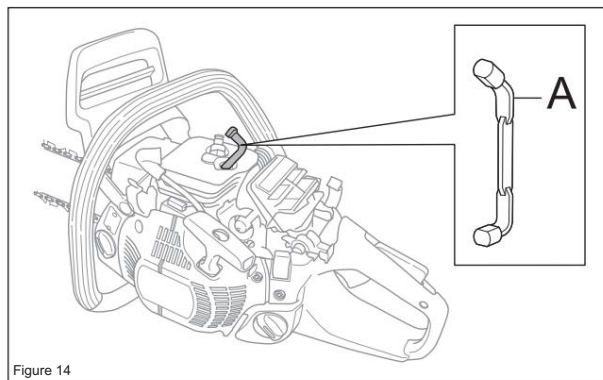

Figure 14
Débranchez le câble HT. Déposer la bougie et mettre en place la butée de piston 502 54 15-01 (A). (voir figure 14)